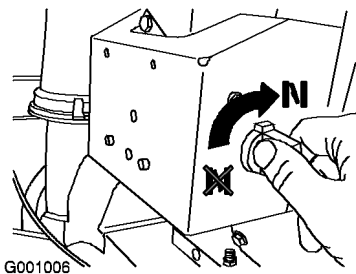

Figura 27
- Girate lo starter in posizione On (Figura 27).